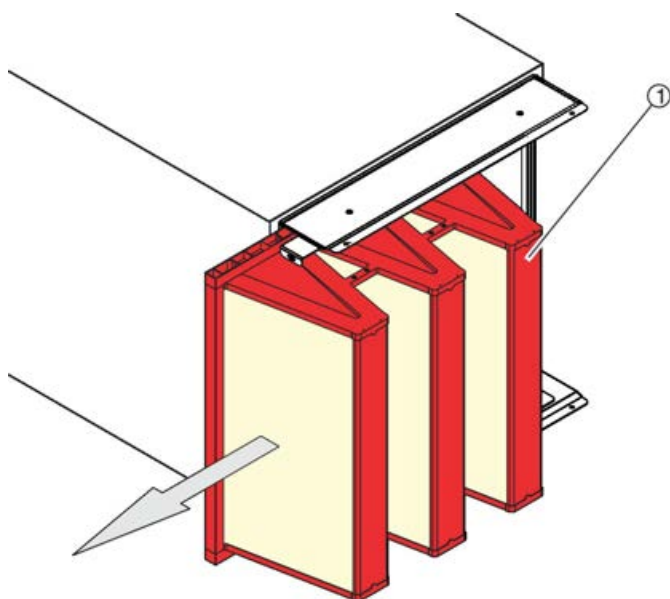

Fig. 55: Desmontaje del filtro
5. ▶ Extraiga el filtro (Fig. 55 /1) desde el lateral.